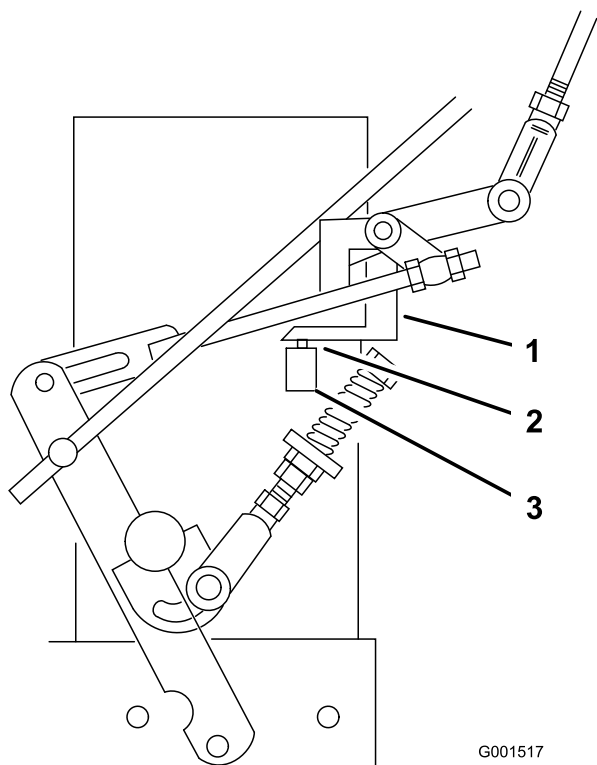

Figura 30
7. Compruebe que el interruptor de seguridad está oprimido y que queda un espacio de 8 mm (5/16") entre el brazo accionador y el interruptor (Figura 30).
8. Si es necesario, ajuste la posición del interruptor para crear el espacio de 8 mm (5/16") (Figura 30).